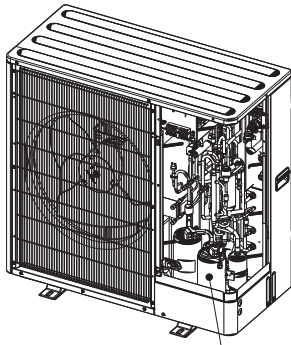

Fig. 8-1
Efter installationen eller när enhetens spänningskälla har varit urkopplad under en längre tid, sjunker isoleringsresistansen under 1 MΩ på grund av köldmedel som ansamlas i kompressorn. Detta är inget fel. Gör följande: Om enheten är en PUZ-WZ80VAA finns det två kompressorer och följande procedurer ska bara utföras på den kompressor som anges i Fig. 8-1.
- Om enheten är en PUZ-WZ80VAA är den enda kompressor som värms upp den som visas i Fig. 8-1.